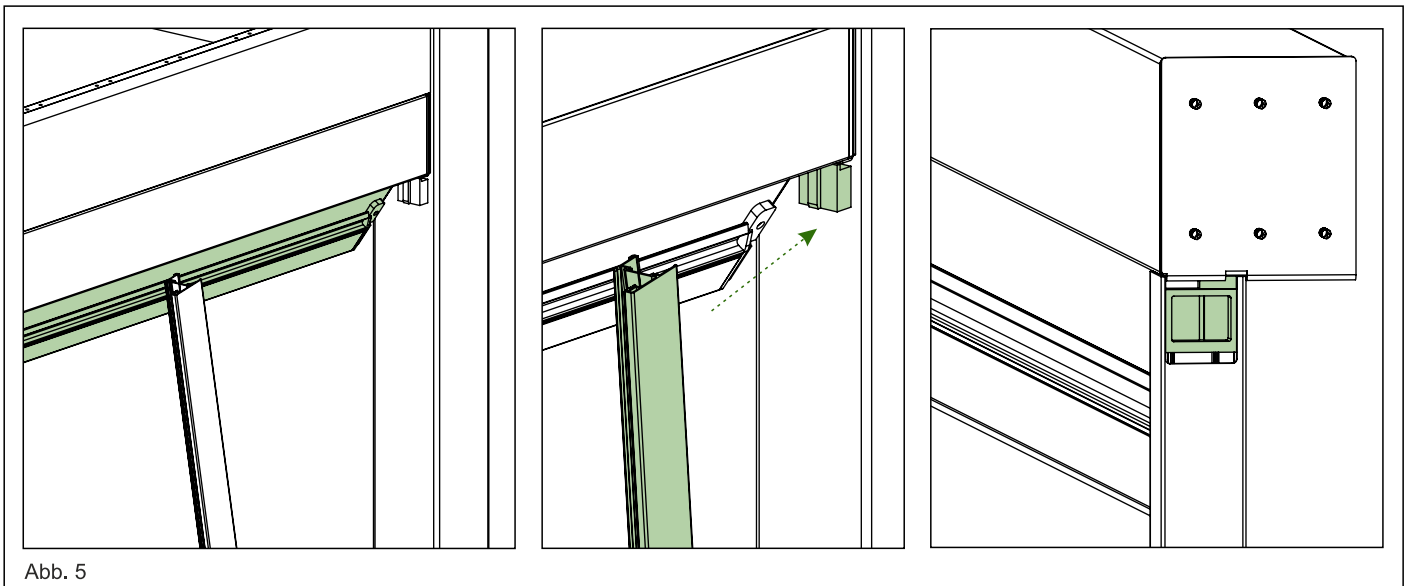

Abb. 5
4. Schieben Sie die Markise beiseite, schieben Sie daraufhin die Schienenführung über das Verbindungsstück des Markisenkastens und rasten Sie sie ein. Kontrollieren Sie mit der Wasserwaage, ob alle Komponenten gerade im Rahmen sitzen. Siehe Abb. 5.